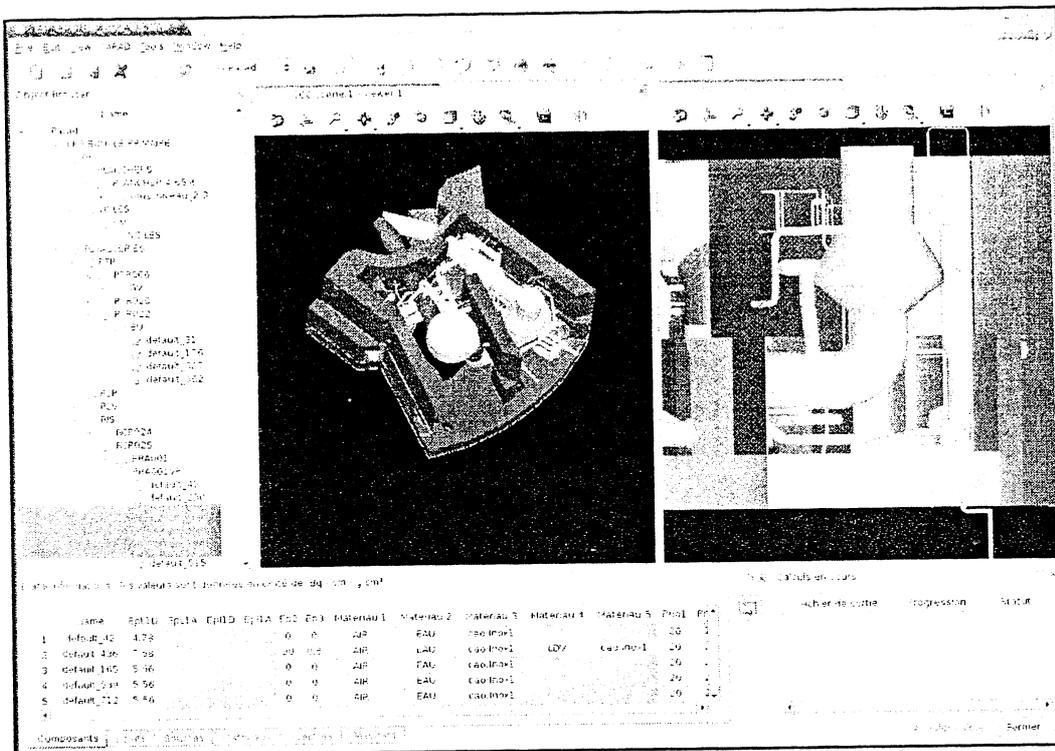
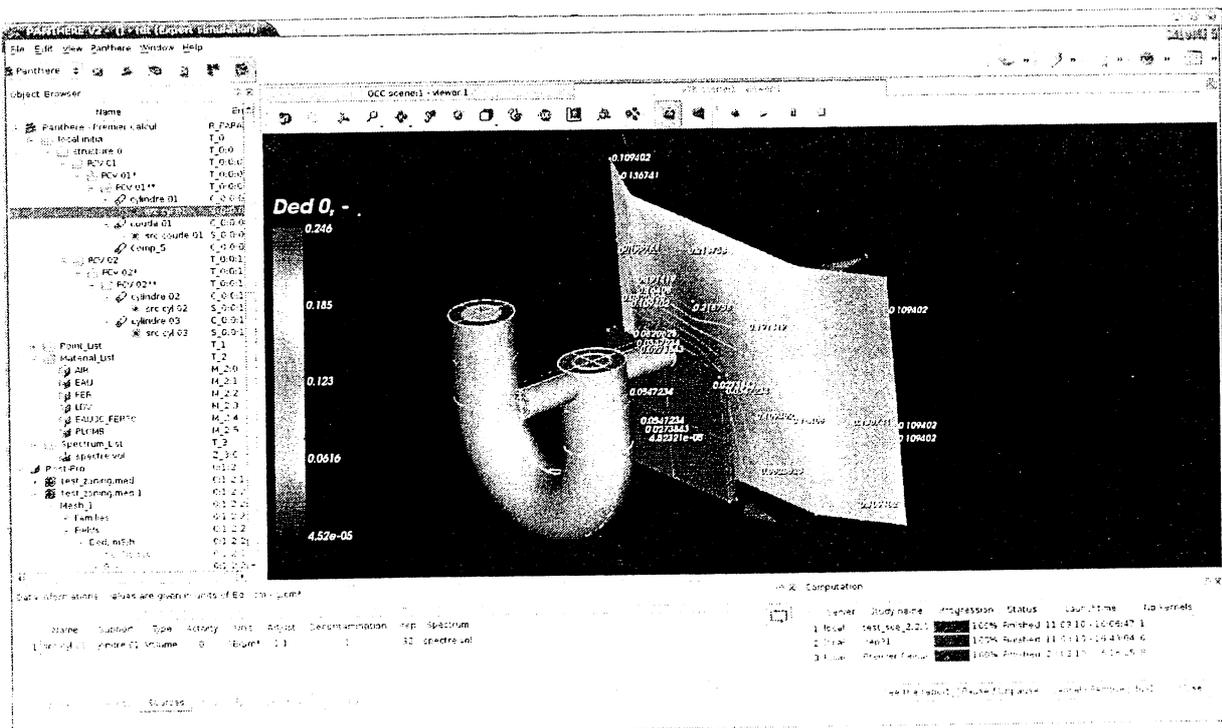

Fig. 3 : Illustration de l'IHM PANTHEREV2 : réalisation d'un calcul de DED à partir d'un modèle importé.
Fig. 4 : Post traitement dans PANTHEREV2 : réalisation d'un calcul de DED et visualisation du zoning à l'aide du module VISU de SALOMEV5®.
- Une IHM (cf. Fig. 3) fonctionnant sous Linux et développée à partir de SALOMEV5® (<http://www.salome-platform.org/>) pour l'importation des données CAO 3D, la visualisation (cf. Fig. 4 pour la fonction «Zoning »), le lancement des calculs et le post traitement.